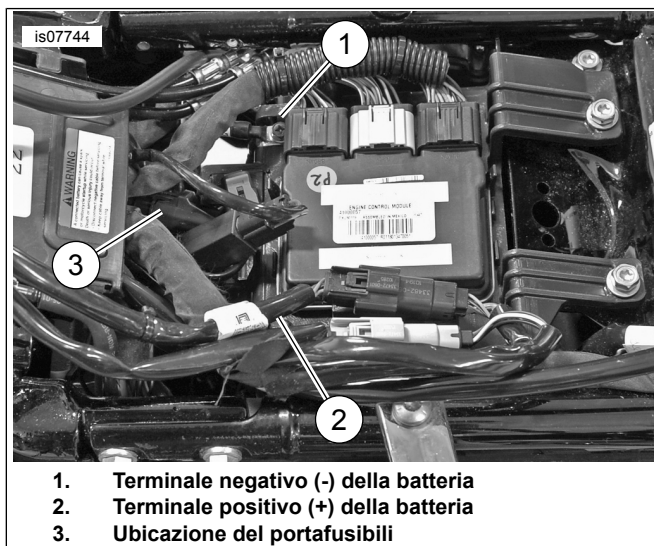

Figura 11. Collegamento della batteria
- a. Vedere Figura 11 Scollegare il [162], posto dietro allo schienale del passeggero.
- 8. Vedere Figura 11 Installare il coperchio del passacavi.